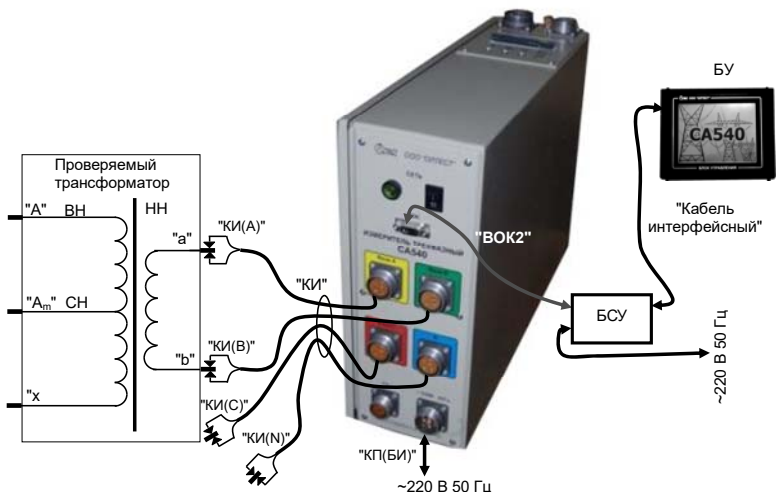

Рисунок 6.35
- 1) Собрать измерительную схему при управлении Измерителя от БУ (рисунок 6.35).